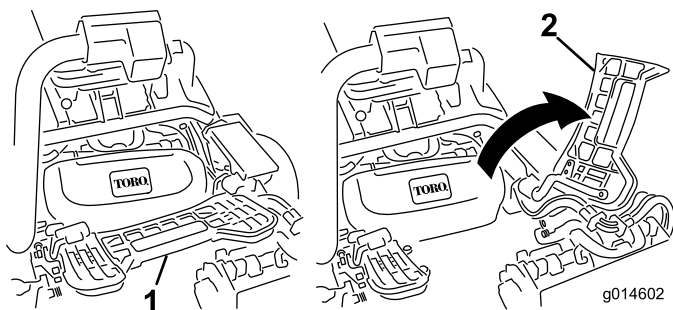

Figura 11
7. Per installare l'apparato di taglio centrale, sollevate il poggiapiedi e ruotatelo, per consentire l'accesso alla posizione dell'apparato di taglio centrale.(Figura 11)